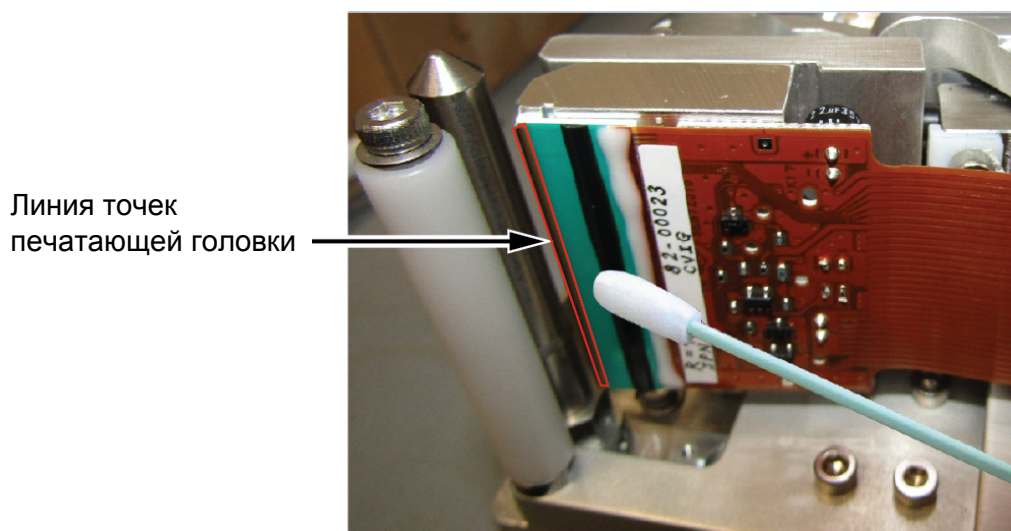

Рисунок 7-1: Очистка печатающей головки
4. Осторожно очистите линию точек печатающей головки (Рисунок 7-1), белые кассетные ролики и очищающий ролик при помощи палочек с ватными наконечниками, которые входят в комплект поставки принтера. Набор для чистки Videojet содержит одобренные производителем влажные салфетки или ватные палочки.